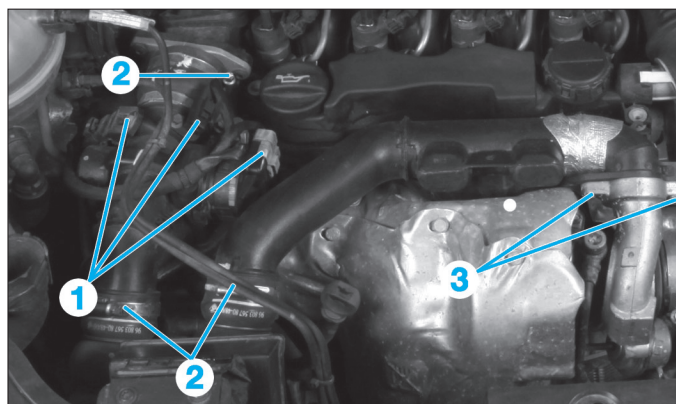
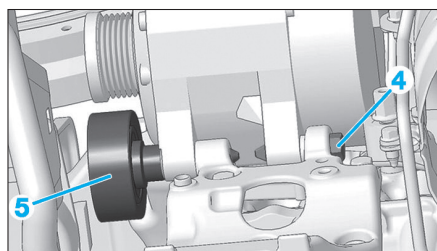

Fig. 1
Fig. 2
- Débrancher les connecteurs (1) (Fig.1).
- les différents colliers (2),
- les deux vis (3),
- Desserrer la vis de fixation inférieure (4) de l'alternateur de trois tours (Fig.2).
- Déposer le galet enrouleur inférieur (5).
- Desserrer la vis de fixation (4) inférieure de l'alternateur de trois tours (Fig.2).
- Déposer le galet enrouleur (5) inférieur.